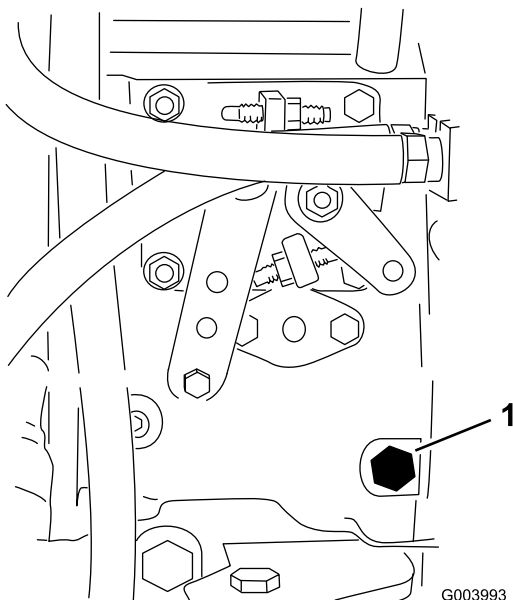

Bild 21
3. Öffnen Sie die Entlüftungsschraube an der Kraftstoffeinspritzpumpe (Bild 21) mit einem 12 mm Schraubenschlüssel.